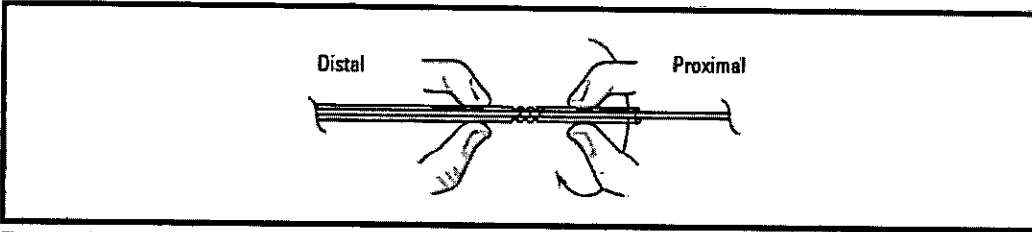

Figura 3. **Bloquear** girándolo en sentido de las agujas del reloj
5. Bloquee el mecanismo de cierre de giro con un giro hacia la derecha (consulte la Figura 3) e inserte el extremo distal ahuecado de la vaina introductora a través de la VHG y del conector de microcatéter de infusión de dos puntas hasta que la vaina quede firmemente asentada. Si la vaina introductora se comba ligeramente es que está en el lugar adecuado. Apriete la VHG alrededor de la vaina introductora para evitar el retorno del flujo de sangre, pero sin llegar a dañar la espiral durante